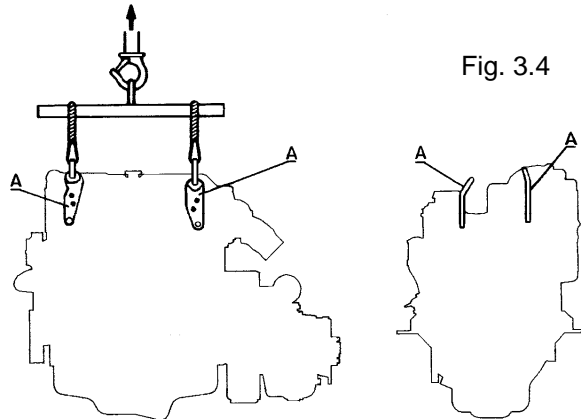

Fig. 3.4
Para transportar el motor desembalado, servirse **EXCLUSIVAMENTE** de los cáncamos (A) . Ver la fig. 3.4.